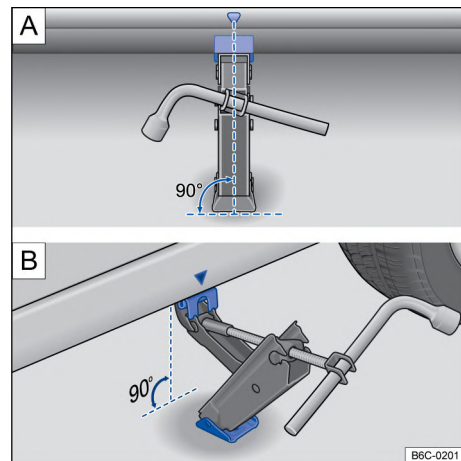

Fig. 201 Puntos de apoyo del gato y gato posicionado atrás en el lado izquierdo trasero del vehículo.
10. Garantizar que la base del gato, con toda su superficie, esté sobre el piso y que la base se encuentre perpendicularmente por debajo del punto de colocación → fig. 201  e .
11. Alinear el gato y, simultáneamente, levantar la garra del gato hasta que se encaje en el travesaño debajo del vehículo → fig. 201  y .
- Posicionar el gato únicamente en los puntos indicados. La garra del gato debe encajarse en el perfil del larguero de forma segura → fig. 201  y .